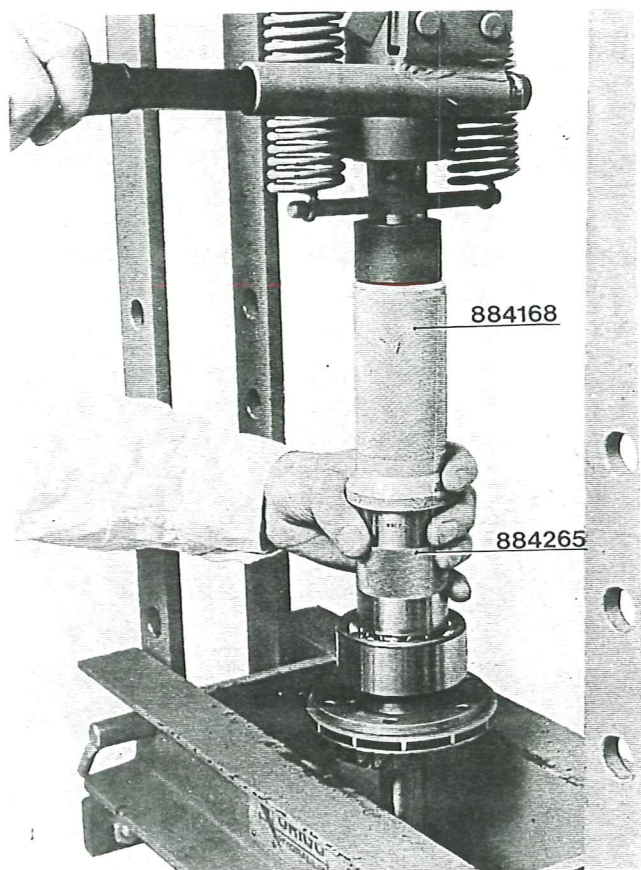

Fig. 35
3. Träd på kugghjulet och låsbrickan (26) på propelleraxeln samt pressa på lagret (19). Använd verktyg 884265 och 884168, fig 35. Lagret monteras så att uren i lagerbanorna för kulornas montering vändes i riktning mot propellern. Montera låsbrickan (20) och muttern (21) drag åt muttern och lås med låsbrickan.